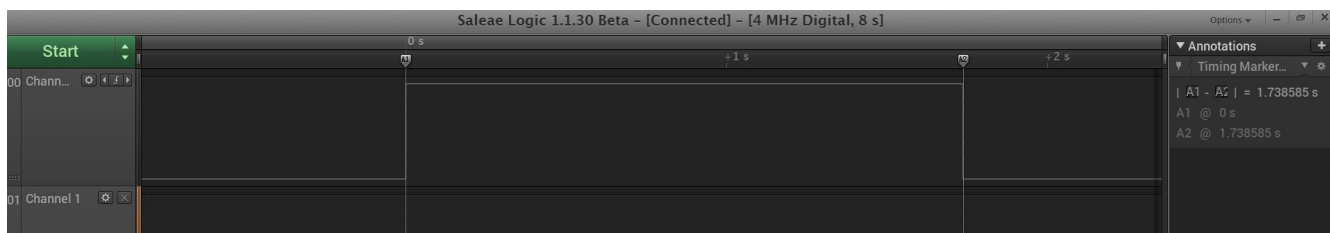

图 3-1 逻辑抓取结果（完整 preamble）
1、如果 preamble 比较完整，内部含 preamble 数量大于配置的 chirp_num 时，GPIO11 会被拉高 preamble+payload 的持续时间（preamble 不完整，因此 GPIO11 整体拉高时间短于图 3-1 的情况）。此时，接收端可以产生正确的 rxdone 结果。